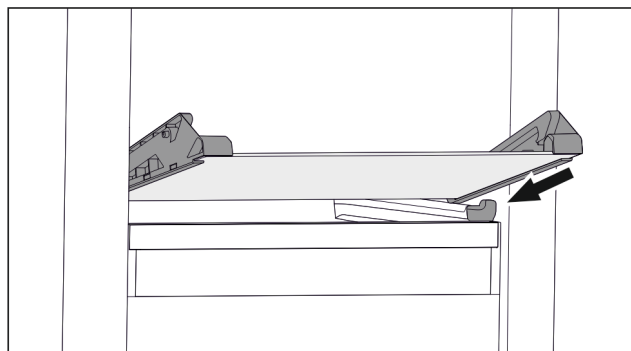

Fig. 132 Glassplate på nedvippbar skuff
- ▶ Sett glassplaten på skrå bak stopperne. (se Fig. 132)